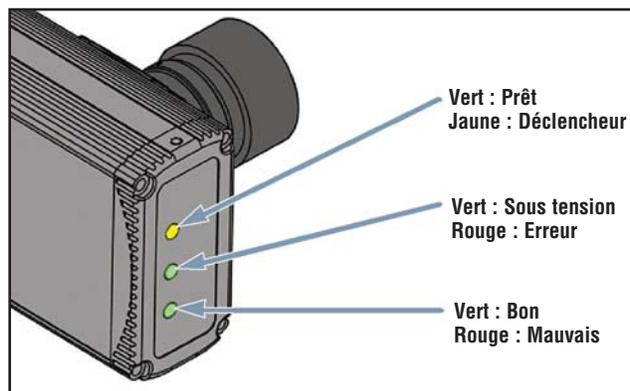

Figure 3-1. LEDs de fonctionnement du *PresencePLUS P4*
6. Mettre le matériel sous tension et vérifier que la LED rouge d'erreur s'éteint. Au moment de la mise sous tension, toutes les LEDs du capteur s'allument pendant 15 à 20 secondes (voir la Figure 3-1).